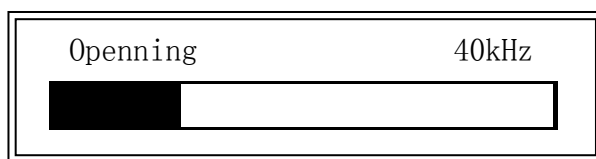

图 4-7
- **OpSWP** 按下软键，将进行扫频开路清零，并显示如图 4-7 所示的清零进程框。在清零过程中，**ESC** 软键可用，用来中止扫频开路清零，仪器存储的依然是以前的开路清零数据。